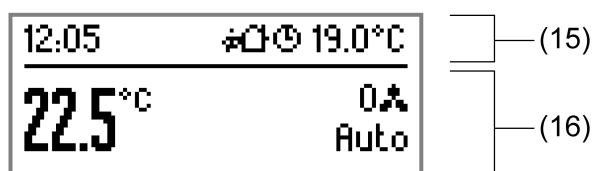

Bild 50: Beispiel für eine Grundanzeige mit zwei Anzeigebereichen (Uhrzeit, Solltemperatur, Raumtemperatur, Lüfterstufenanzeige)
Generell kann zwischen der 1-Bereichs- und 2-Bereichs-Darstellung unterschieden werden. Bei zwei Anzeigebereichen (Bild 50) sind in der Normalanzeige im oberen Bereich des Displays (15), auch Statuszeile genannt, Symbole angeordnet, die die unterschiedlichen Betriebsarten des Raumtemperaturreglers oder der Reglernebenstelle anzeigen. Darüber hinaus können optional in der Statuszeile die Uhrzeit (linksbündig) und weitere Temperaturwerte des Raumtemperaturreglers oder der Reglernebenstelle (rechtsbündig) angezeigt werden.